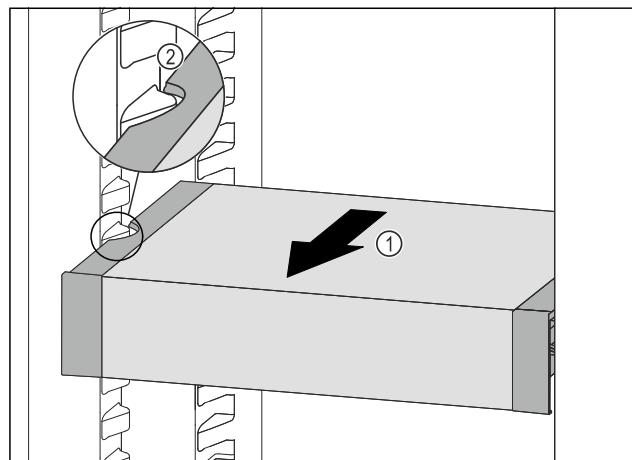

Fig. 87
- Táhněte VarioSafe dopředu Fig. 87 (1), dokud nebudou boční vybrání VarioSafe na úrovni žebrování na nádoby v chladničce. Fig. 87 (2)